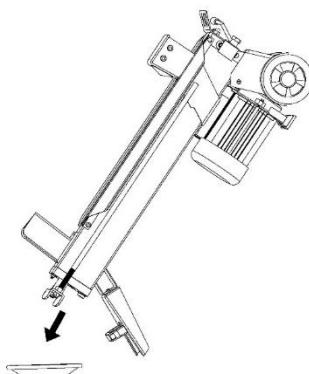

Fig.5
3. Rotiți despicatorul de bușteni pe partea piciorului de sprijin peste un recipient de capacitate de 4 litri pentru a drena uleiul hidraulic (Fig.5).